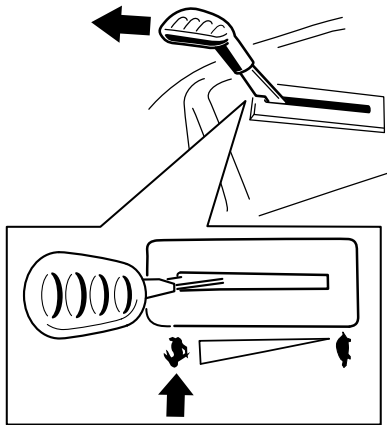

Figura 16
**Nota:** Siempre engrane las cuchillas con el acelerador en la posición de RÁPIDO (Figura 16).